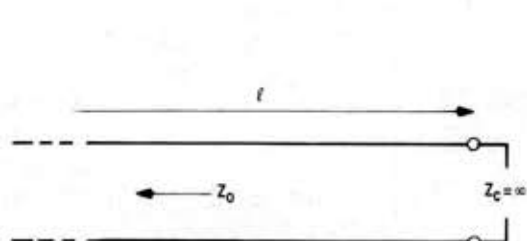
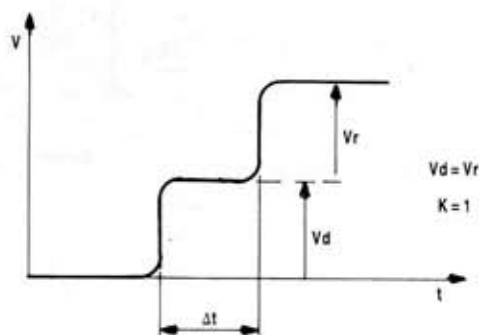

Fig. 3 - Linea aperta
Fig. 4 - Andamento della traccia sull'oscilloscopio con $Z_c = \infty$.
Si lascia aperta una estremità del cavo: fig. 3 $Z_c = \infty$. La fig. 4 mostra quello che si vedrà all'oscilloscopio.
di fig. 4 indica che la linea è interrotta (aperta) e la distanza dell'interruzione dal punto di misura si determina, noto Δ , con la formula (3) ottenuta dalla (2) dove l risulta in m se Δt in s e v in m/s.